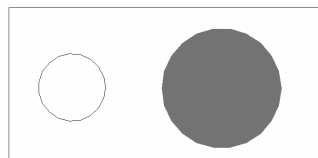

图 15-4 平面着色后的面域对象和圆
(4) 选中右边的面域对象，执行 Modify→Properties 命令，将面域对象的颜色设为灰色。然后执行 View→Shade→Flat Shaded 命令，这时就可以看出面域对象和一般对象的差别，如图 15-4 所示。